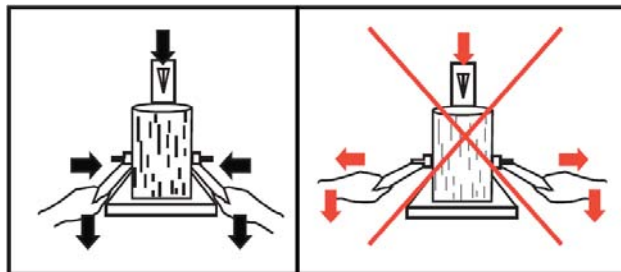

Fig.17: c) Sujete el tronco con los soportes de sujeción
c) Sujete firmemente el tronco con los soporte de sujeción situados en las protecciones de la palanca de control (Fig.17).